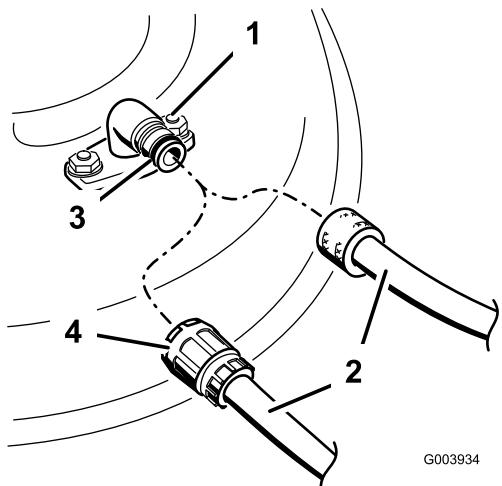

Figura 47
3. Montate il manicotto del tubo flessibile sul raccordo di lavaggio del tosaerba, quindi aprite il rubinetto per erogare un getto forte (Figura 47).